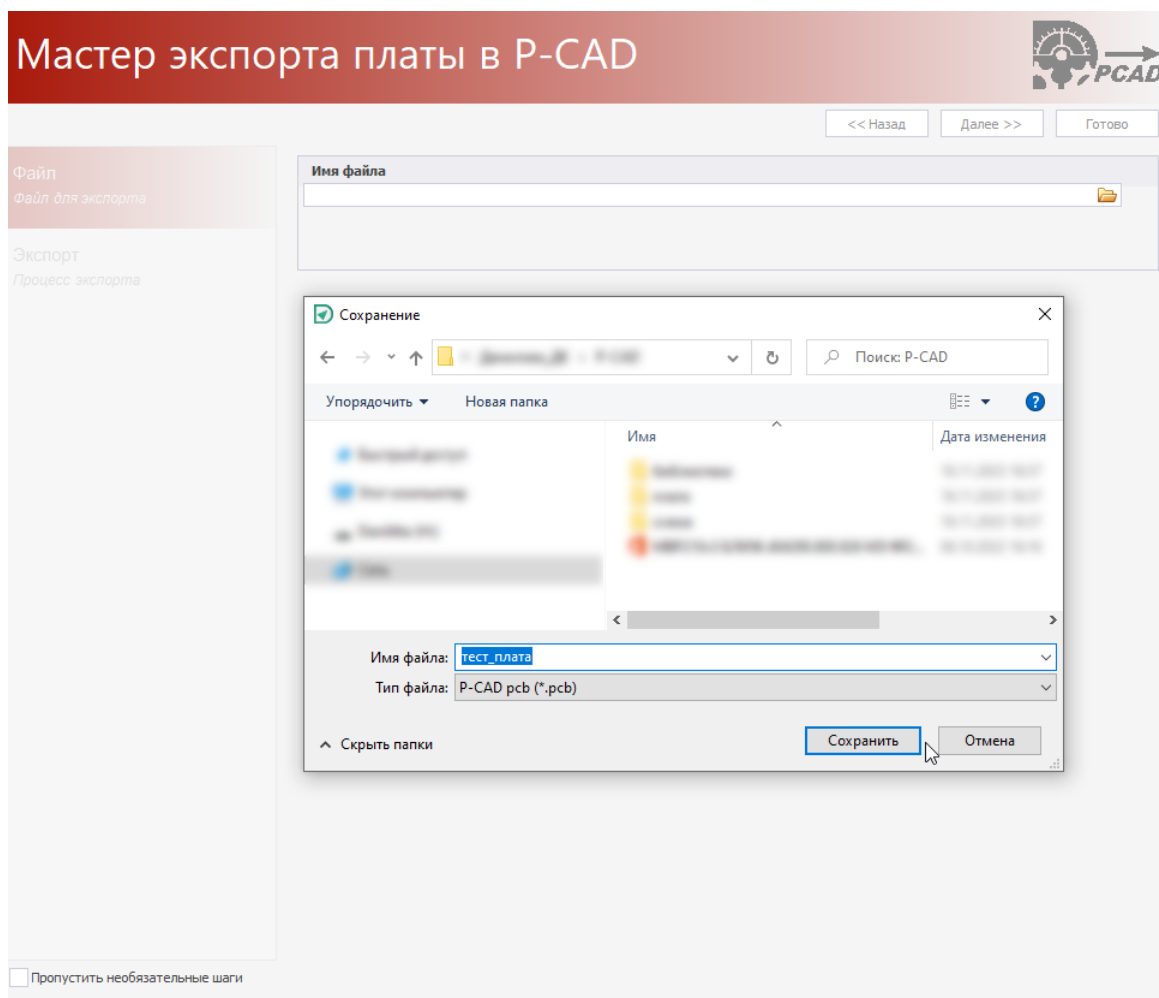

Рис. 33 Выбор директории
2. На первом шаге мастера экспорта выберите директорию для сохранения сгенерированного файла, Рис. 33, выберите «Сохранить» и перейдите на следующий шаг мастера, выбрав «Далее».